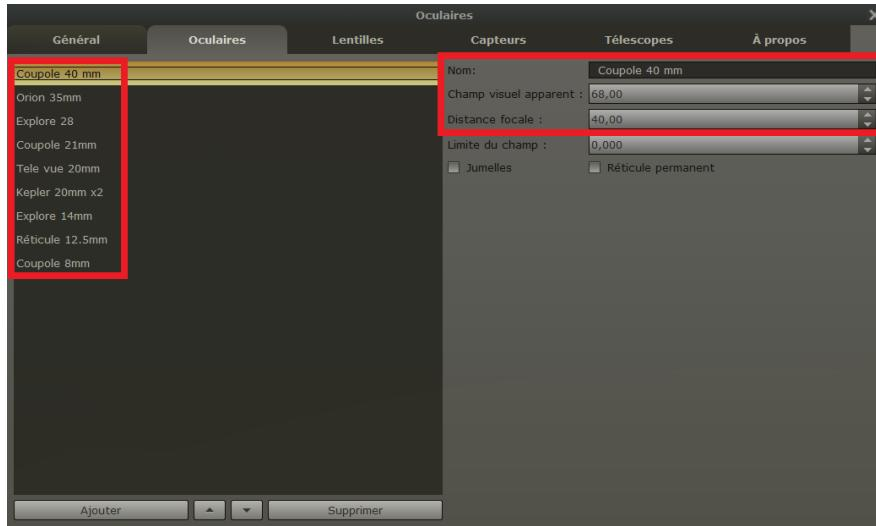
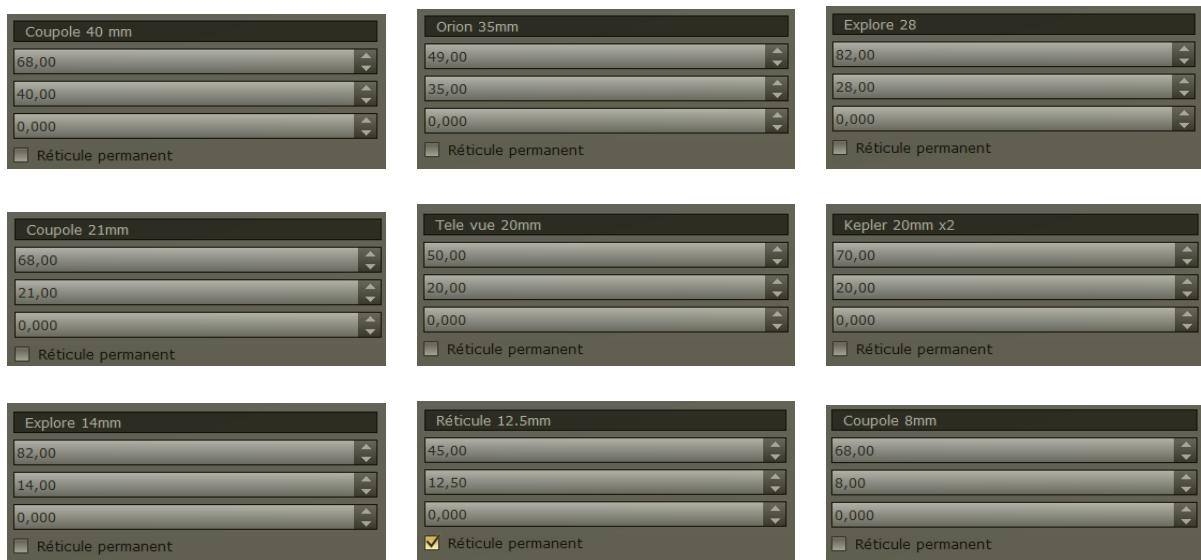

FIGURE 25 – Ajouter un oculaire.
FIGURE 26 – Principaux oculaires de la coupole et d'ALCOR
- Pour les oculaires : leur champ visuel et distance focale voir figure 25.
Sur la gauche de la figure 25 est présentée une liste des oculaires principaux de la coupole et d'ALCOR et la figure 26 recense leurs caractéristiques.